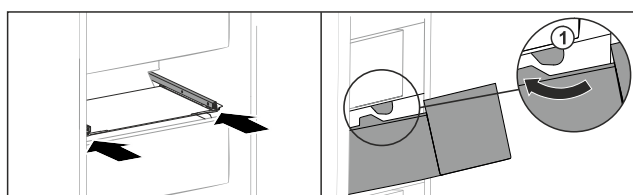

Fig. 95
- Lirka utdragslåda runt stoppklackarna Fig. 95 (1).